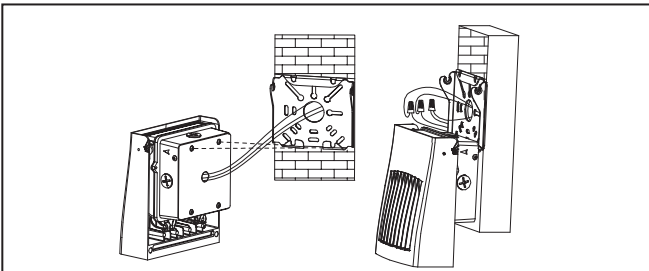

Figure 8.
10. À l'aide des 2 vis de suspension arrière supérieures du luminaire, accrochez temporairement le luminaire sur les crochets inférieurs de la plaque de montage pour effectuer en toute sécurité les connexions électriques appropriées en suivant le schéma de câblage. Utilisez des connecteurs électriques. Rentrez soigneusement tous les fils et les connecteurs dans la boîte de connexion. (Figures 8 et 9)